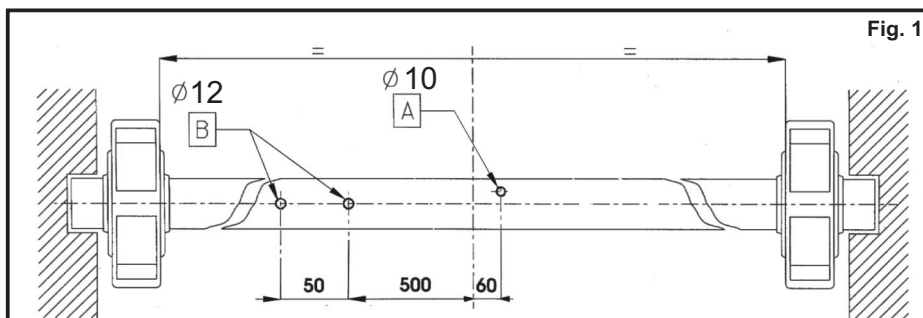
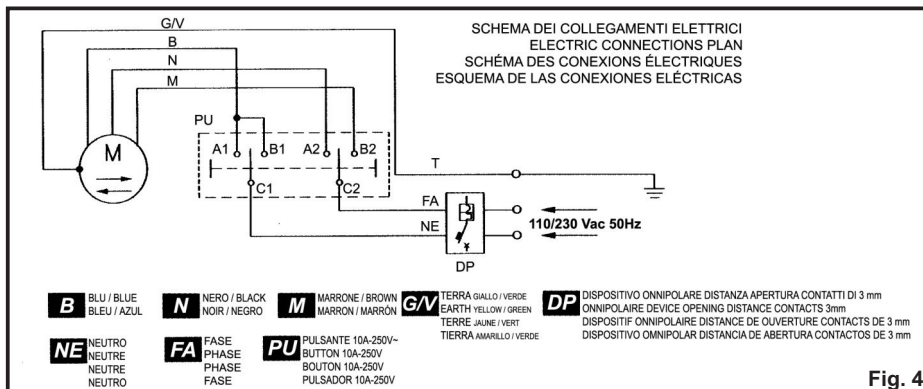

Fig. 1
Fig. 4
- B) Effettuare sull'albero della serranda le tre forature non passanti (FIG. 1). Se il motoriduttore non è dotato di elettrofreno, effettuare una sola foratura B.
- F) Se l'albero della serranda è inferiore al diametro del foro dello chassis del motoriduttore è necessario a questo punto montare i manicotti di riduzione, posizionandoli con riferimento al foro A diametro 10 mm, già effettuato (fig. 1).
- P) Introdurre il cavo 4X1 in dotazione all'interno del foro B (fig 1), evitando qualsiasi contatto con le parti in movimento; eseguire i collegamenti elettrici secondo lo schema elettrico in fig.4. In presenza di motoriduttore con elettrofreno, introdurre la guaina del freno all'interno del secondo foro B.
- B) Effect on the tube of the shutter 3 non passing perforations (figure 1); If the motor is not equipped with electrobrake, make only perforation B.
- F) In case the tube of the shutter is inferior to the diameter of the hole chassis motor, you must mount the sleeves reduction positioning them with reference to the hole A diameter 10 mms, (fig. 1).
- P) Introduce the electric cable 4X1 into the hole B (fig 1), avoiding any contact with the parts in movement. Perform the electric connections according the electric plan (fig.4). In presence of motor with electrobrake, introduce the sheat of the brake inside the second hole B.
- B) Effectuer sur l'arbre du rideau les trois crevaisons non débouchants (FIG. 1); si le moteur n'est pas doté d'électro-frein, effectuer seulement le crevaison B.
- F) Si le tube du rideau est inférieur au diamètre du trou du châssis du moteur, il sera nécessaire d'appliquer les réductions en plastique, avec référence au trou A de 10 mm, déjà effectué (fig. 1).
- P) Introduire le câble 4X1, en dotation, dans l'intérieur du trou B (fig 1) en évitant le contact avec les parties en mouvement; exécuter les connexions électriques, selon le schéma indiqué dans la fig.4. En présence de moteur avec de l'électro-frein, introduire la gaine du frein à l'intérieur du second trou B.
- B) Efectuar sobre el árbol del cierre metálico los tres taladros no pasante (FIG. 1); en el caso de motor sin electrofreno, efectuar un solo taladro B. (Fig.1)
- F) Si el árbol del cierre metálico es inferior al diámetro del taladro del chasis del motor, es necesario montar las reducción de plástico, posicionándola con referencia al taladro A. diámetro 10 mm, ya efectuados. (Fig. 1).
- P) Introducir el cable eléctrico 4X1 en el taladro B (Fig 1) evitando cualquier contacto con las partes en movimiento; Ejecutar los empalmes según el esquema eléctrico en fig.4 En presencia de motor con electrofreno, introducir la funda del freno dentro del segundo taladro B (Fig. 1).